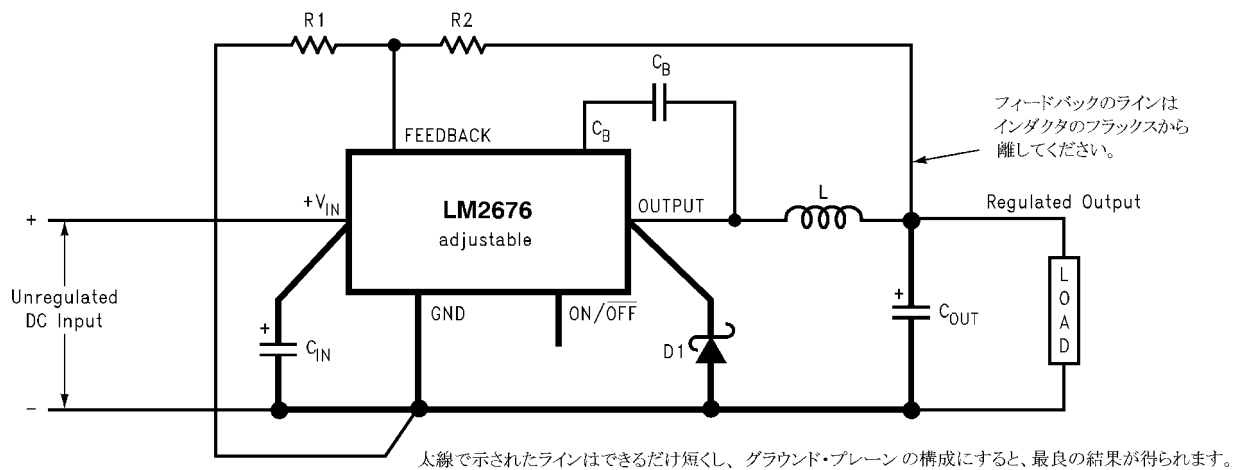

FIGURE 2. Basic circuit for adjustable output voltage applications
**ステップ 2:** LM2676S-ADJ を選択します。出力電圧を 14.9V に設定するためには、2 個の抵抗を選択する必要があります (Figure 2 の R1 と R2)。可変出力電圧タイプの場合、出力電圧は、次の関係式で表されます。